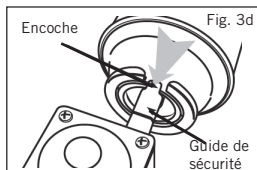

Fig. 3d
- Connecter la cartouche en position horizontale et s'assurer que l'encoche est alignée avec le guide de sécurité (comme indiqué sur la Fig. 3d).